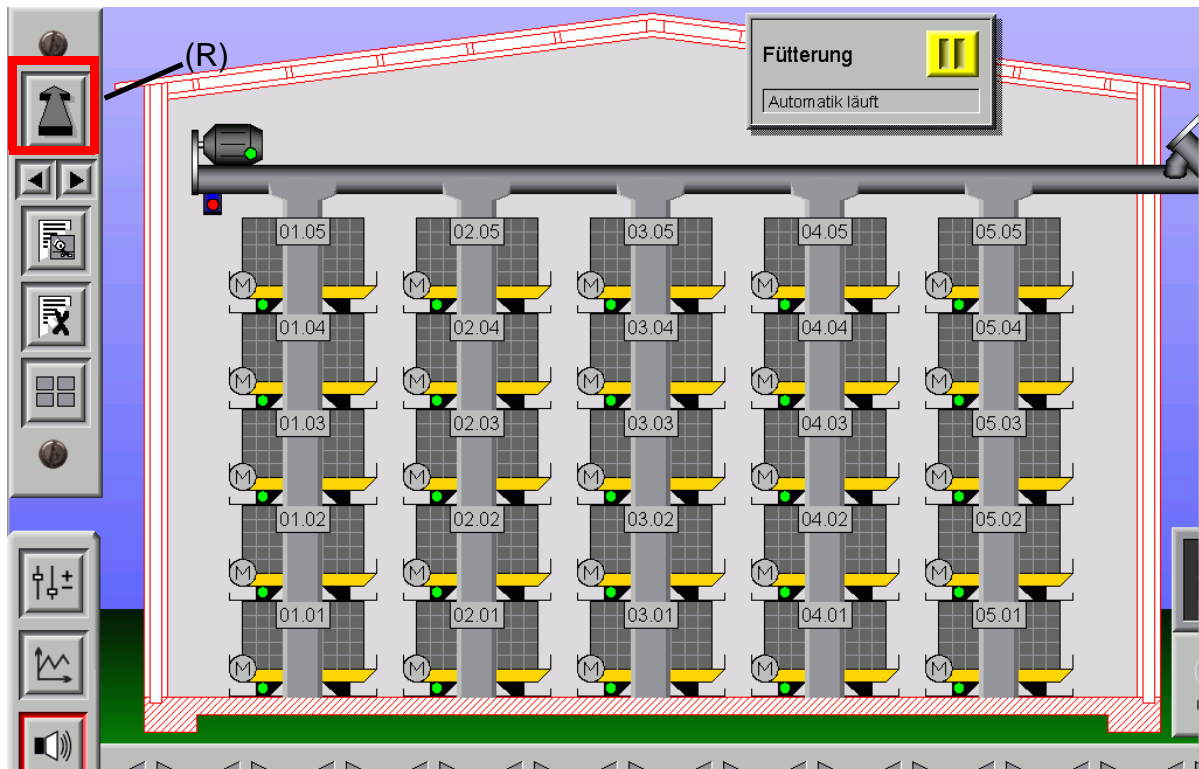

Bild 1-4: Hauptansicht Fütterung
In dem Hauptbild der Fütterung ist direkt die Anzahl der Reihen und die der Etagen, die im Haus installiert sind, zu erkennen. Ein Klick auf den rot (R) markierten Pfeil (siehe Bild 1-4) öffnet die folgende Übersicht der Fütterung als verkleinertes bzw. gezoomtes Bild.